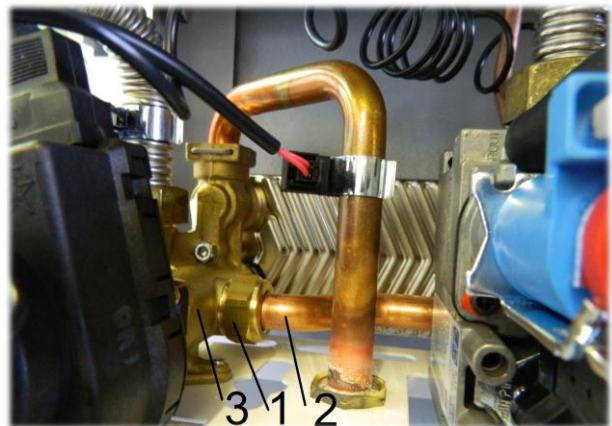

Рис. 28. Демонтаж клапана байпаса
- 4) отвернуть гайку 1 (см. Рис. 28), повернуть трубу 2 и вытащить клапан байпаса из корпуса трехходового клапана 3;